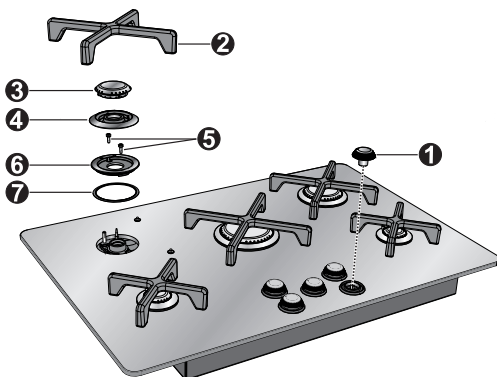
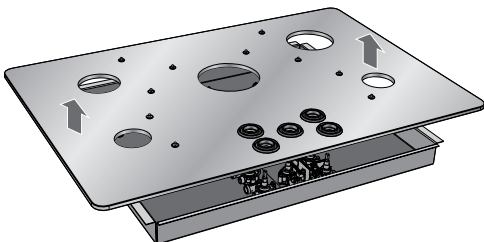

Fig. 1
Fig. 2
- Extrayez toutes les manettes (1) en les tirant vers le haut (Fig. 1) ;
- Retirez les grilles (2) en les soulevant ;
- Dévissez les 10 vis (5) qui fixent les bagues (6) aux supports des brûleurs ; retirez en même temps le joint situé en dessous (7) ;
- Après avoir démonté tous les éléments décrits ci-dessus, soulevez le plan pour accéder aux brûleurs et aux robinets de gaz (Fig. 2).